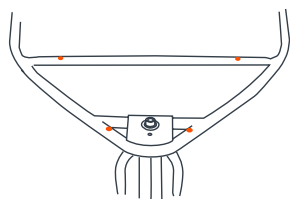

Fig. 5b
- Estos tubos deben estar alineados con los agujeros del armazón delantero (Fig. 5b).